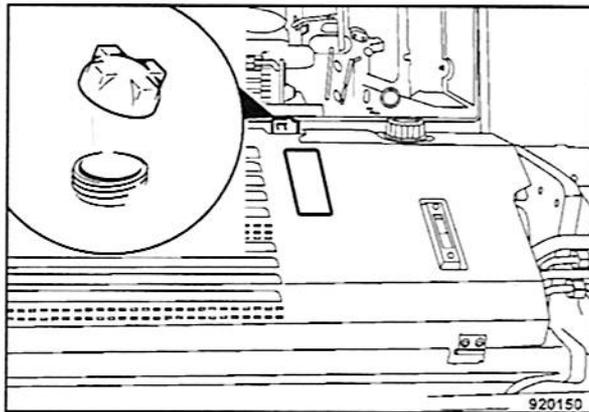

Fig. 180
- Desenroscar la tapa (Fig. 180) del depósito de compensación del líquido refrigerante.